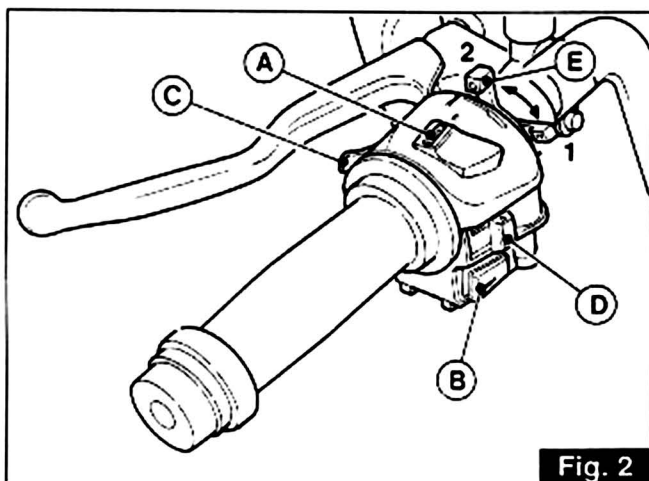

Fig. 2
**Interruttore «A» (lights) (fig. 2)**
**Light switches (figs. 2 and 3)**
**Switch «A» (lights) (fig. 2)**
### **Pulsante per avvisatore acustico, passing e interruttore comando lampeggiatori (fig. 2)**
■ se il motore è freddo portare la levetta «E» «CHOKE» in posizione di avviamento «1» (vedi fig. 2);
### **Leva comando «Choke» («E» di fig. 2)**
### **Horn button, passing and direction indicators (fig. 2)**
■ if the engine is cold, put the «CHOKE» control «E» in the starting position «1» (see fig. 2);
### **«CHOKE» control («E» in fig. 2)**